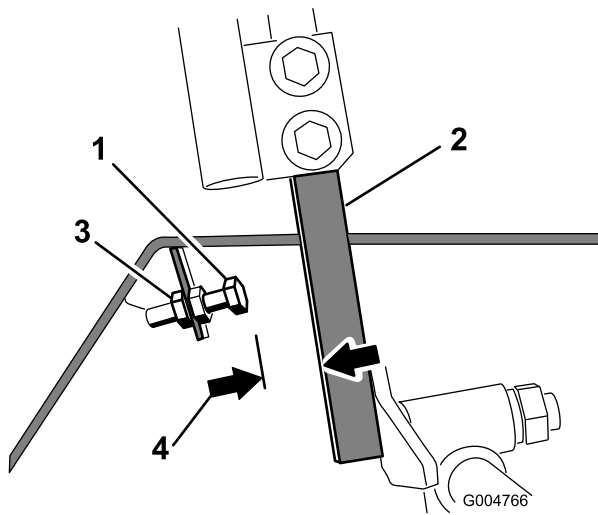

Figura 57
4. Allentate il controdado sul bullone di fermo di una leva di controllo (Figura 57).